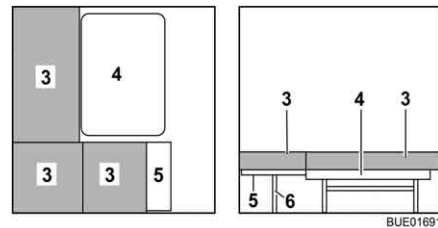

Bild 111 Under ombyggnaden
- Lås upp förlängningen till sänglådan (Bild 111,5) och fäll upp den.
- Sätt in stödet (Bild 111,6) i hållaren på sänglådans förlängning.